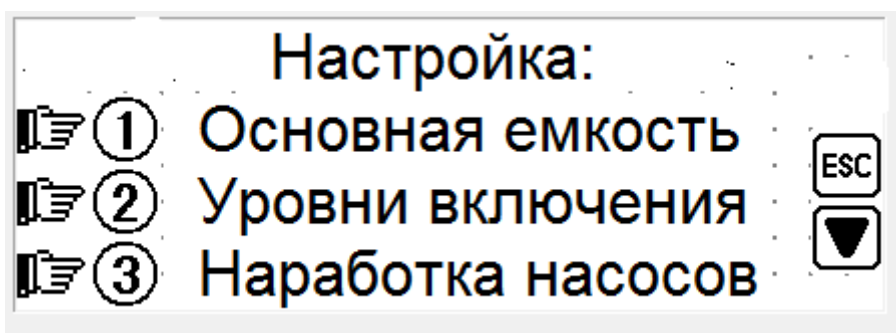

рис.2
3.2. Окно настроек1. В этом окне нажимая на кнопку 1, 2, 3 можно выбрать основную емкость (резервуар), уровни включения / выключения насосов, смотреть и редактировать наработку насосов в часах. См. рис.2